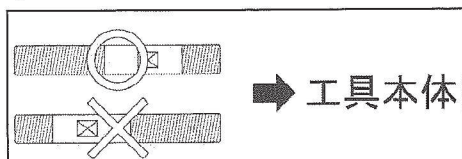
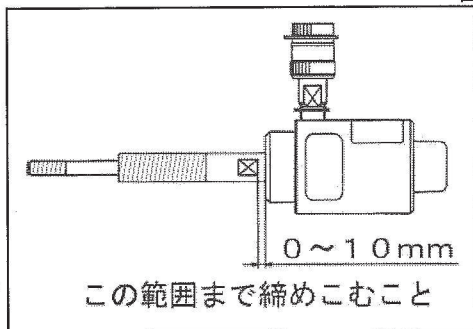
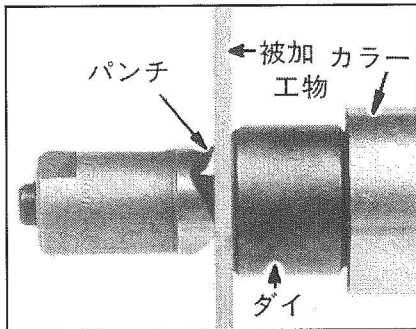

図2
図3
図4
4. 工具本体のピストンにセットボルトを正しい方向(図2)で指定の位置(図3)までねじ込み、カラー→ダイ→被加工物の順に挿入し、パンチをねじ込んでください。(図4)